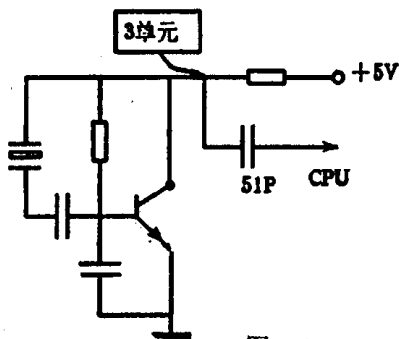

图 4
进一步检查时钟，616型机CPU和PPU各自有独立时钟，CPU由独立的21.47MHz时钟供给，测量IC0⑳直流电压为0V，正常值应是2V上下（有振荡时测出的是一周内的平均值）。检查振荡电路，如图4，可能是晶体管坏，也可能是外围元件坏，用3单元检查晶体管集电极，万用表指针偏转，证明振荡电路正常，那可以肯定是耦合电容51p出问题。仔细观察发现51p电容起根部